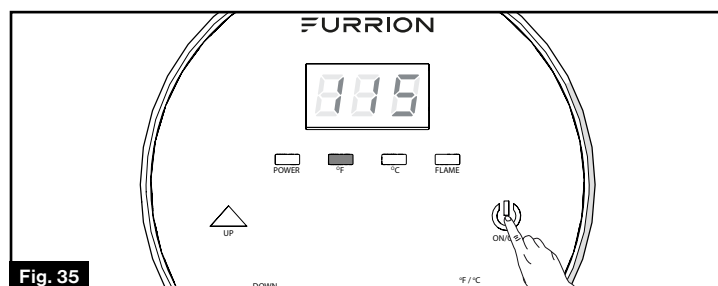

Fig. 35
4. Mettez le commutateur d'alimentation en position « ON » (Marche) (Fig. 16) et vérifiez si la commande murale est allumée. Si la commande murale n'est pas éclairée, appuyez sur le bouton  de la commande murale afin de l'éclairer. (Fig. 35) L'écran de la commande murale affiche le réglage de la température de l'eau chaude.